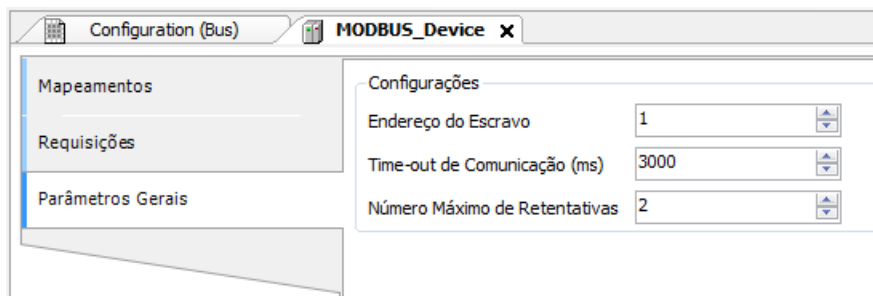

Figura 47: Tela de Configurações dos Parâmetros Gerais do Dispositivo
- Adicionar e configurar dispositivos através da aba Parâmetros Gerais, definindo endereço do escravo, time-out de comunicação e número de tentativas de comunicação como pode ser visto na Figura 47.